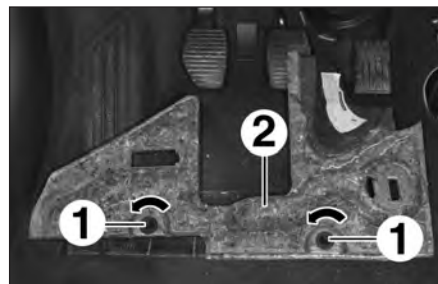
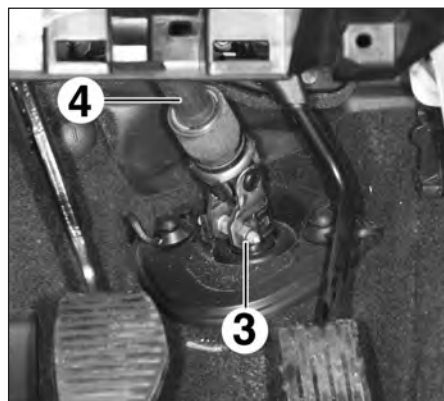

FIG.6
FIG. 14
- Tourner les vis quart de tour (1) (Fig.6).
- Déposer la garniture inférieure gauche (2) de la planche de bord.
- Déposer le boulon (3) de l'arbre intermédiaire (4) de la colonne sur le boîtier de direction (Fig.14).